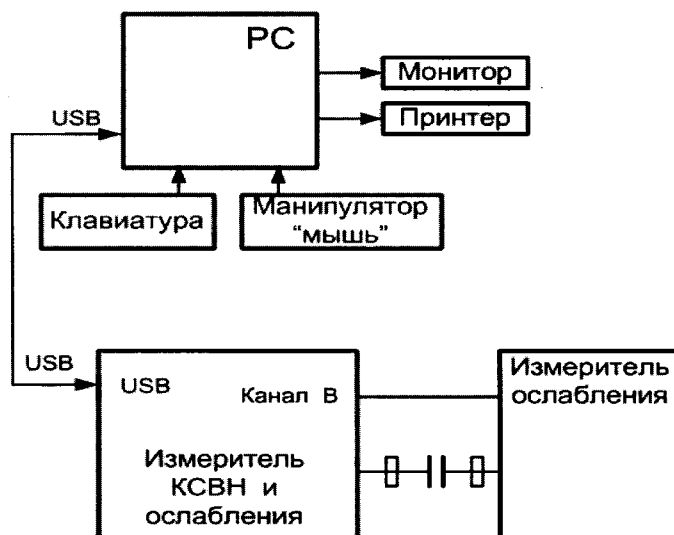

Рисунок 6
- подсоединить входной фланец канала В к выходному фланцу блока измерения ослабления из комплекта поставки измерителя P2-65М (рисунок 6);